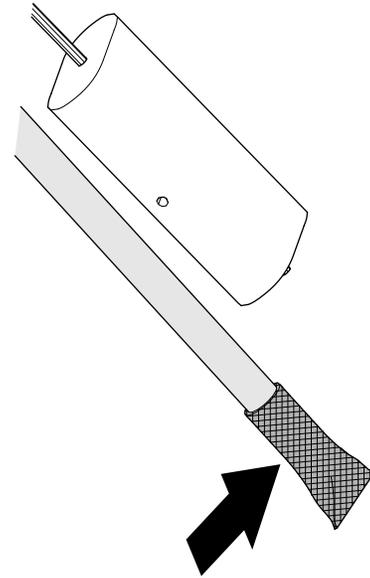

図 127
1. 燃料供給チューブについているスクリーンを洗浄する 図 127。